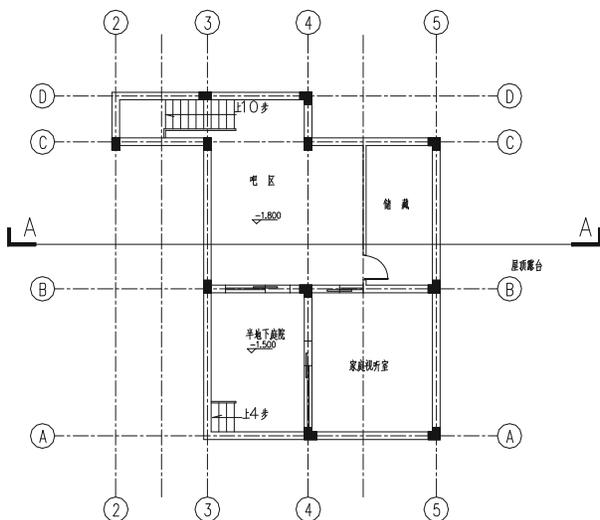

图 10-2-2
**STEP 03** 使用复制命令 COPY 将一层平面图中的剖面标记复制到半地下层，进行复制时以中轴线 B-B 为参照对齐，如图 10-2-2 所示。